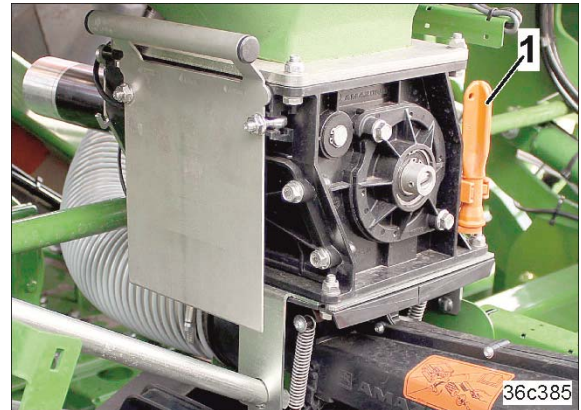

Fig. 226
- 1.1 Ta nøkkelen (Fig. 226/1) ut av holdeinnretningen.